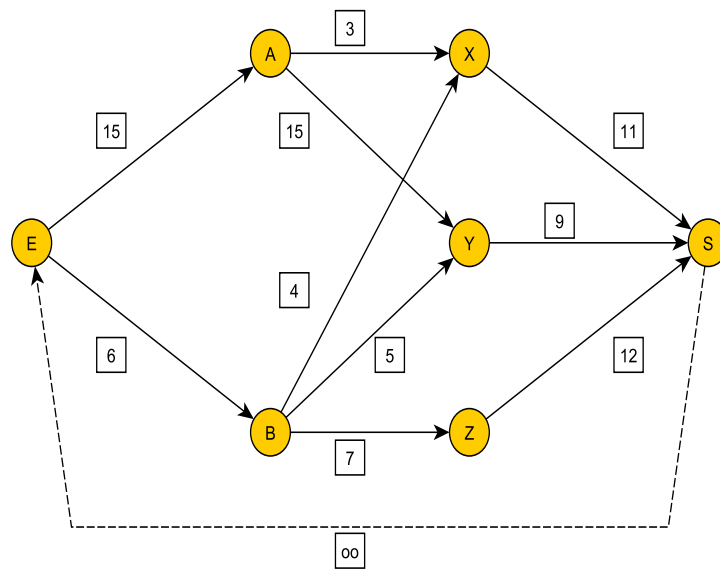

FIGURE 7.23 – Graphe ordonnancé - Exemple 7.3.2
**Exemple 7.3.2** On reprend le sujet de l'exercice 36. Le graphe sous sa forme ordonnancée est donnée par la figure 7.23 :